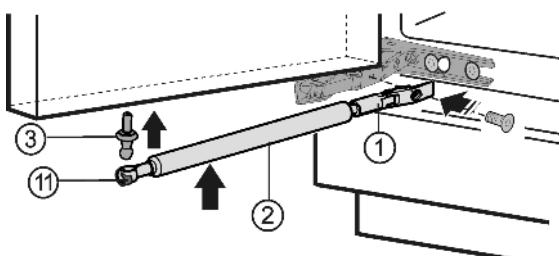

Fig. 5
- шаровую головку Fig. 5 (3) в новое крепежное отверстие с моментом 4 Нм (Torx® 25).
- Снова сдвиньте натяжную пружину Fig. 5 (11) внутрь.
- Прикрутите держатель Fig. 5 (1) с моментом 3 Нм.
- Вставьте амортизатор закрывания дверей Fig. 5 (2) в шаровую головку.